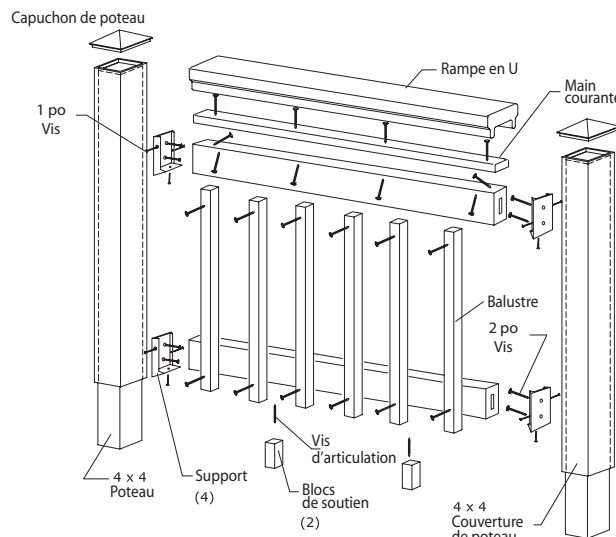

fig.1a
Étape 6 : Calculez la distance entre les couvertures de poteau fixées afin de déterminer la longueur des rampes de dessus et de dessous (fig.1a et 1b). **Note!** Taillez la main courante et la rampe en U en vous fiant sur la mesure des espacements entre les poteaux. Afin de laisser de la place pour les supports, taillez les rampes 2x4 7/16 po plus court que l'écart qui se trouve entre les poteaux.
Étape 10 : Placez la rampe de dessous dans les supports et prépercez les quatre trous de la rampe avec une mèche de 1/8 po. Fixez la rampe avec des vis de 1 po. **Balustres posés sur la face extérieure (fig. 1a)**
Étape 4 : Calculez la distance entre les couvertures de poteau fixées afin de déterminer la longueur des rampes de dessus et de dessous (fig.1a et 1b). **Note! Taillez la main courante et la rampe en U en vous fiant sur la mesure des espacements entre les poteaux. Afin de laisser de la place pour les supports, taillez les rampes 2x4 7/16 po plus court que l'écart qui se trouve entre les poteaux.** Coupez les rampes de la bonne longueur et du bon angle (fig.6).
Balustres posés sur la face extérieure (fig. 1a)